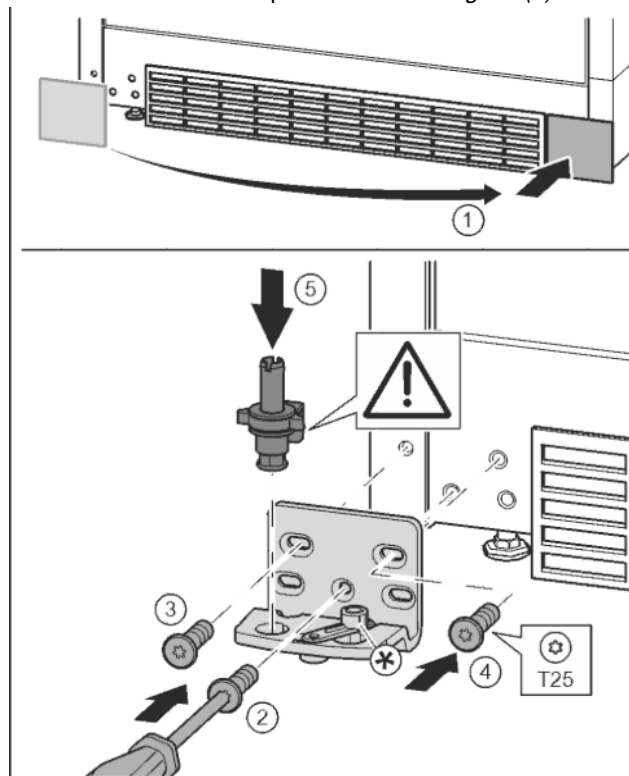

Fig. 16
- ▶ Sejměte kryt a připevňte jej na druhé straně. Fig. 16 (1)
- ▶ Nasadte stojan ložiska na druhé straně a přišroubujte pomocí šroubováku T25. Začněte šroubem 2 dole uprostřed. Fig. 16 (2)
- ▶ Pevně utáhněte šroub 3 a 4. Fig. 16 (3, 4)
- ▶ Zcela vložte ložiskový čep. Přitom dávejte pozor, aby zajišťovací vačka směřovala dozadu. Fig. 16 (5)